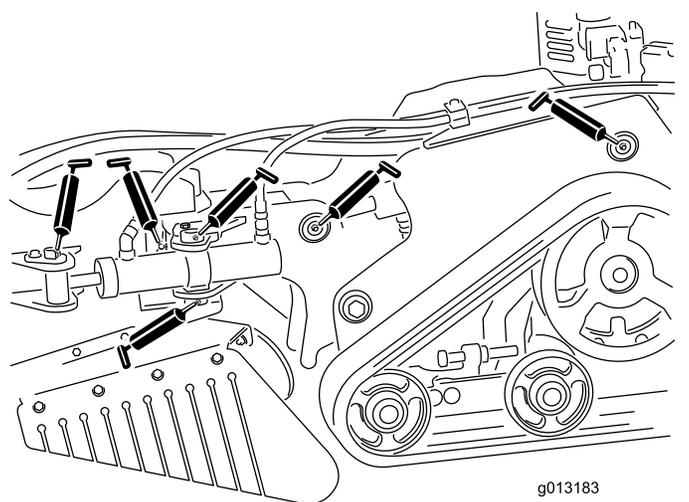
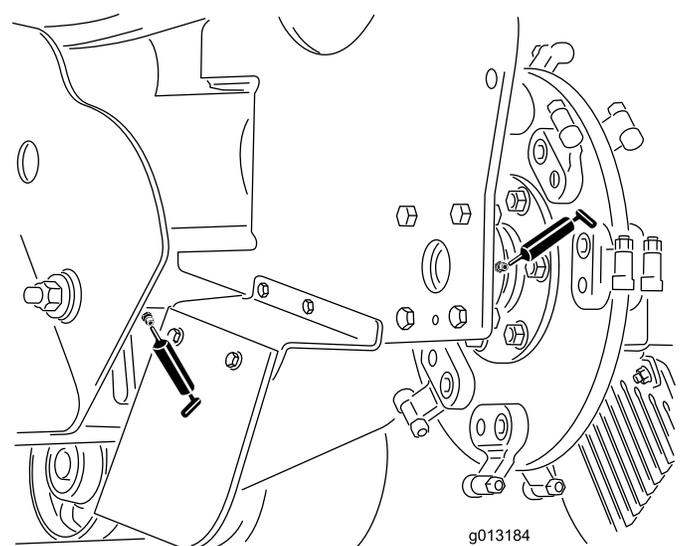

図 28
図 29
3. ニップルにグリスガンを接続する 図 28と 図 29。